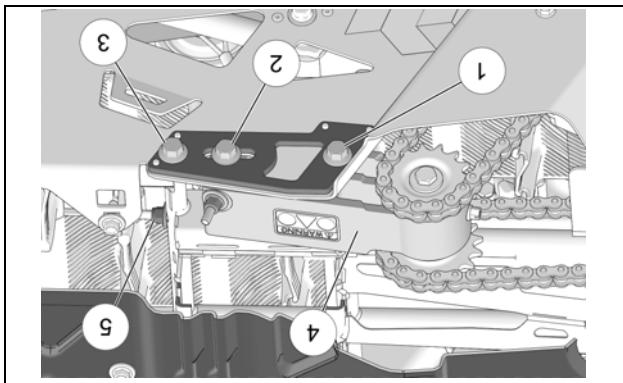

Figure 25
- Dévisser légèrement les boulons du châssis (1, 2, 3) pour permettre au tendeur de chaîne de bouger. Ajuster le tendeur de chaîne (4) par le boulon d'ajustement (5) au minimum de son course. Voir la Figure 25.